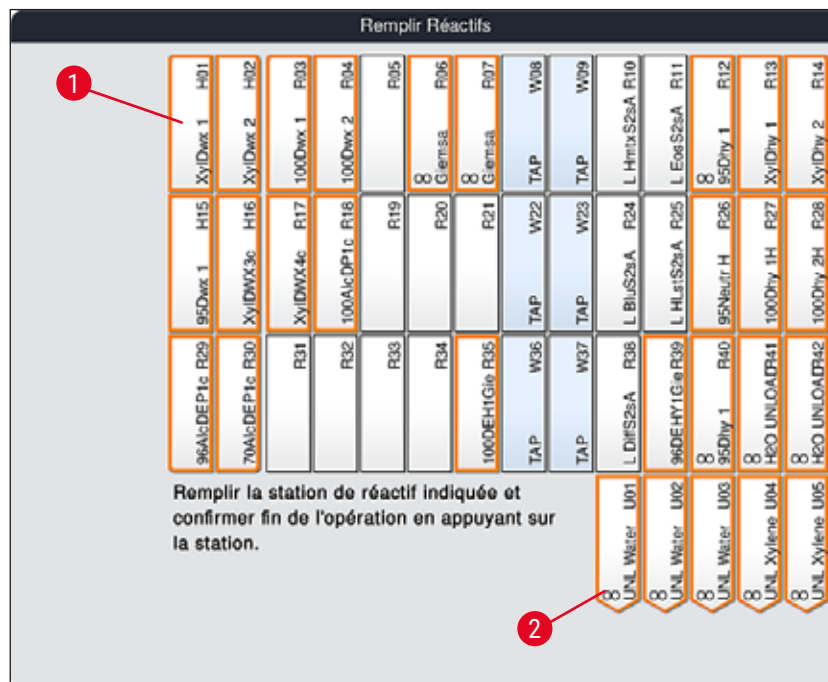

Fig. 56
2. Dans la nouvelle fenêtre **Remplir Réactifs** (→ "Fig. 56"), les stations à remplir sont mises en évidence en orange (→ "Fig. 56-1").
Seuls les réactifs définis par l'utilisateur et ajoutés du programme de coloration Leica sont affichés en orange (→ "Fig. 56"). Les réactifs du kit de réactifs Leica sont scannés par la suite (→ P. 86 – Remplissage des réactifs du kit de réactifs Leica).